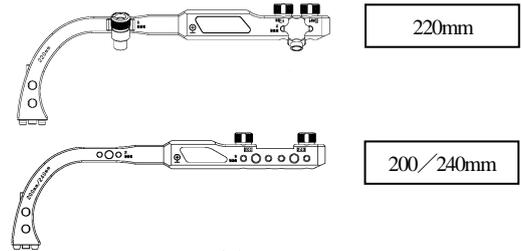

図6
- 2) 220mm用のTDと200/240mm用のTDがあるので、インプラントに合わせてTDを選択します。(図6)